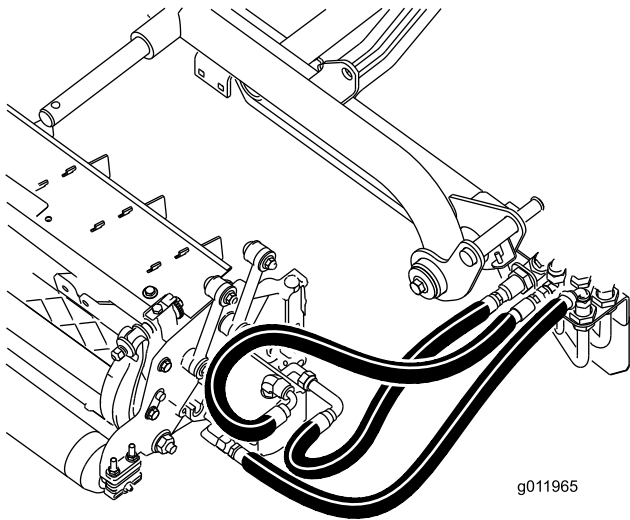

Figura 21
**Importante:** Assicuratevi che nessun flessibile sia torto, piegato o strozzato e che i flessibili dell'apparato di taglio posteriore siano posizionati come illustrato nella (Figura 21). Sollevate gli apparati di taglio e spostateli a sinistra (modello 03171). I flessibili dell'apparato di taglio posteriore non devono toccare la staffa del cavo di trazione. Se necessario, riposizionate i raccordi e/o i flessibili.